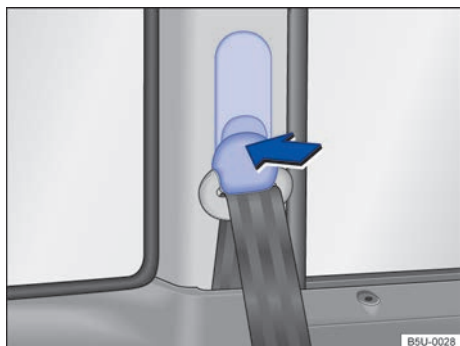

Fig. 60 Al lado de los asientos: regulación de altura del cinturón de seguridad.
- Presionar el dispositivo regulador en el sentido de la flecha y mantenerlo presionado ⇒ **fig. 60**.